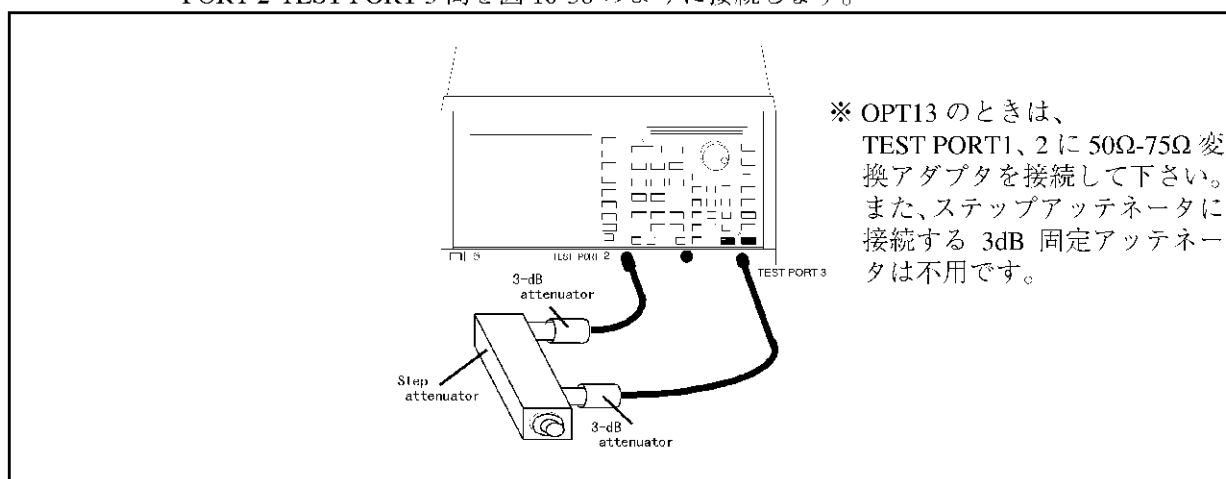

図 10-36 TEST PORT 3 のダイナミック・レベル確度測定の接続
- (1) 2個の 3dB 固定アッテネータ、ステップ・アッテネータを RF ケーブルを使用して、TEST PORT 2-TEST PORT 3 間を図 10-36 のように接続します。